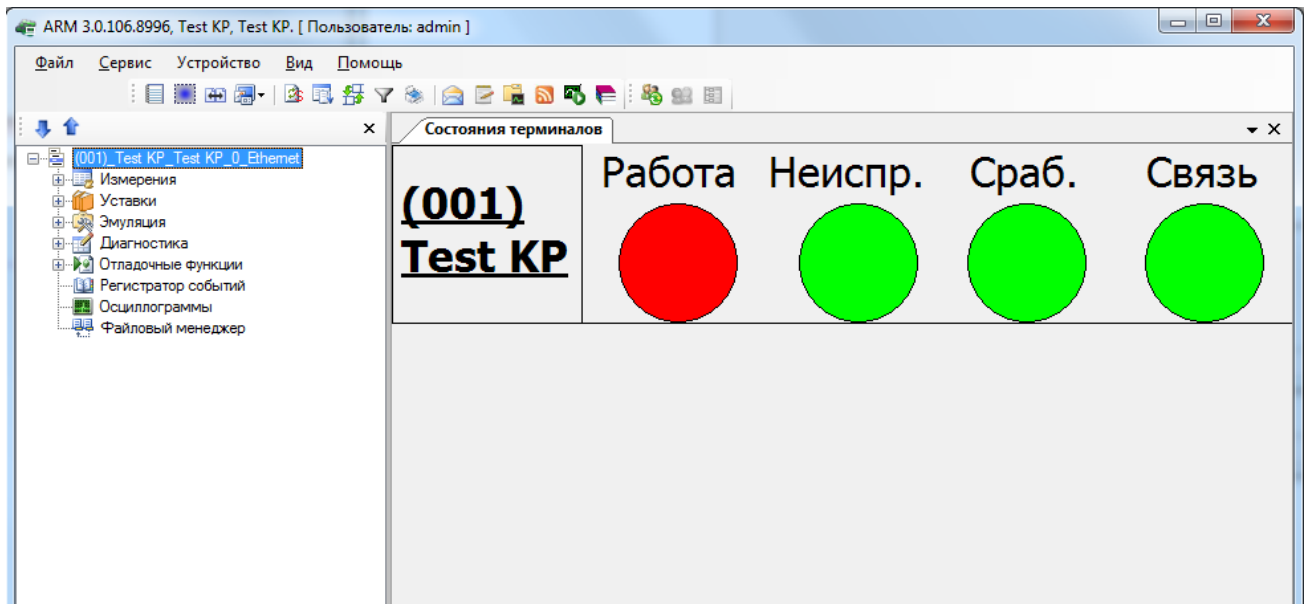

Рисунок 2 – Панель отображения состояния терминала
3.6 Выбрать терминал (шкаф) в «дереве» терминалов (шкафов). После двойного нажатия по наименованию терминала (шкафа) начинается загрузка файлов конфигураций из терминала в компьютер. По окончании загрузки данных открывается панель состояния терминала (см. рисунок 2).